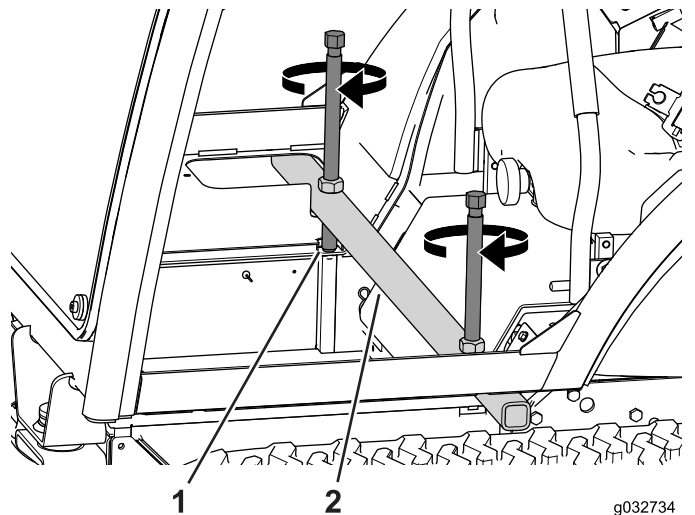

Figure 113
3. Positionnez la barre de levage transversalement sur le cadre de la cabine (Figure 113).
4. Tournez alternativement chaque vis de levage de quelques tours à la fois jusqu'à ce que la cabine pivote vers l'avant (Figure 113).